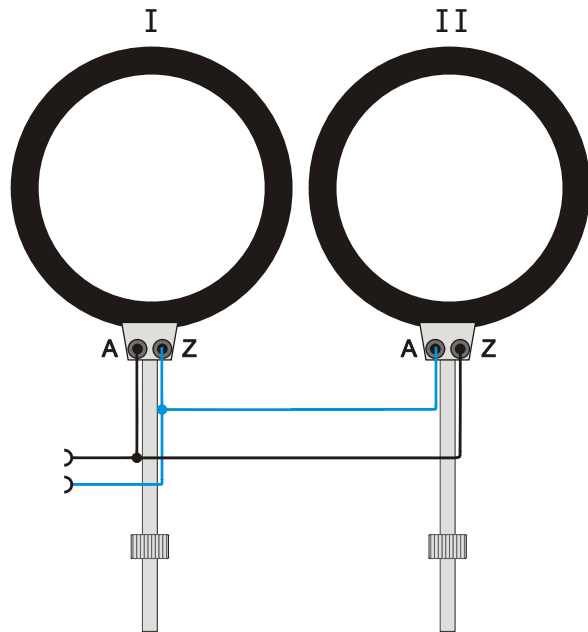

Fig. 1.2 Conexión en paralelo
- Para una configuración en paralelo, se debe conectar el clavijero A de la bobina 1 al clavijero Z de la bobina 2. El clavijero Z de la bobina 1 se conecta al clavijero A de la bobina 2 (véase fig. 1.2).